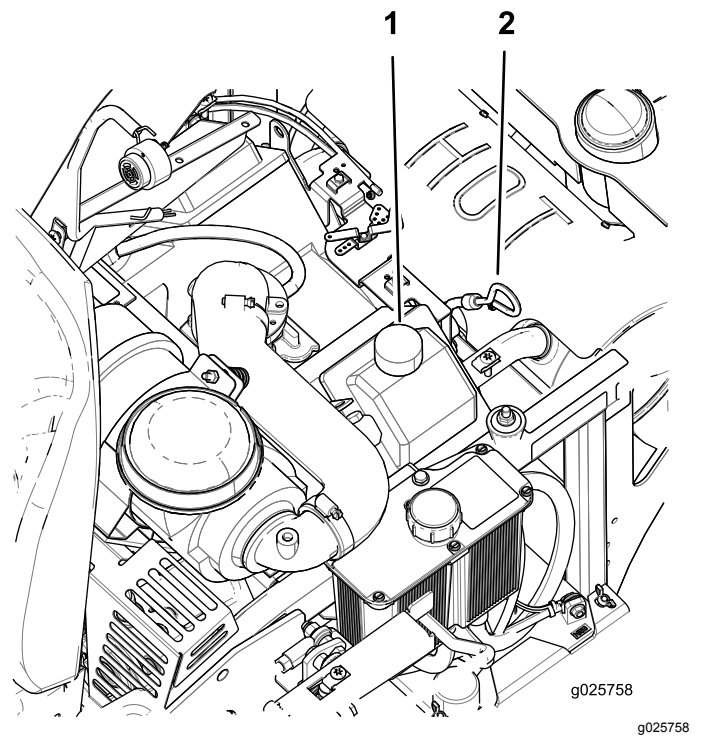

Figura 40
4. Para que no entre suciedad, recortes de hierba, etc., en el motor, limpie la zona alrededor del tapón de llenado/varilla de aceite antes de retirarlo (Figura 40).
8. Si el nivel de aceite es bajo, limpie el área alrededor del tapón de llenado de aceite, retire el tapón y llene hasta la marca de **lleno** de la varilla (Figura 40).
4. Vierta lentamente alrededor de un 80% del aceite especificado por el tubo de llenado y luego añada lentamente el resto del aceite hasta que llegue a la marca **lleno** (Figura 40).
5. Arranque el motor y conduzca hasta una zona llana. Compruebe el nivel de aceite otra vez (Figura 40).